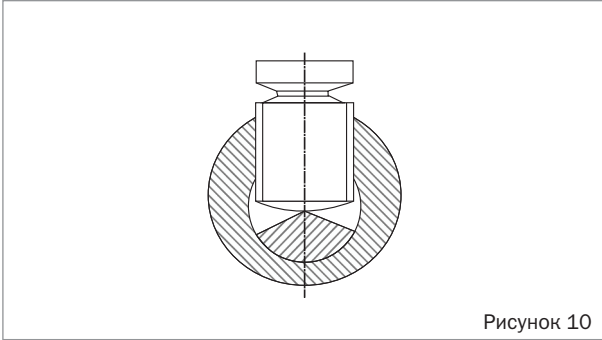
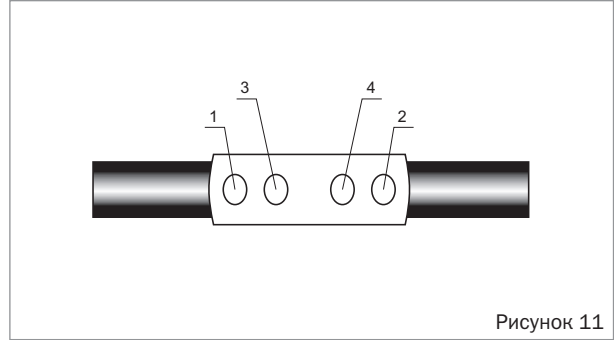

Рисунок 10
Рисунок 11
- При использовании гильз со срывными болтами ввести конец жилы в полость гильзы таким образом, чтобы вершина сектора сечения жилы совпала с осями сжимных болтов (рисунок 10), затем плавно, без рывков, затянуть болты до срыва головок, начиная с крайних (рисунок 11), придержи-